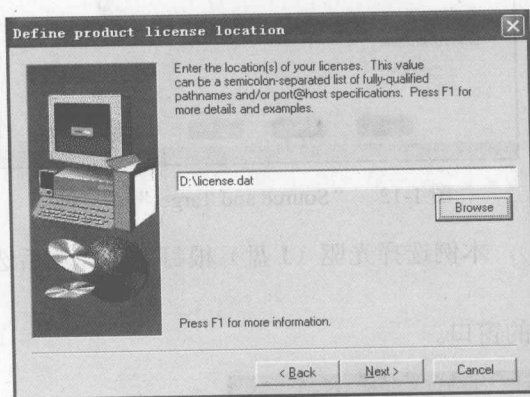

图 1-7 “Define product license location”对话框
(7) 单击“Next”按钮, 弹出如图 1-7 所示的对话框, 指定 License 文件路径为“d:\license.dat”。